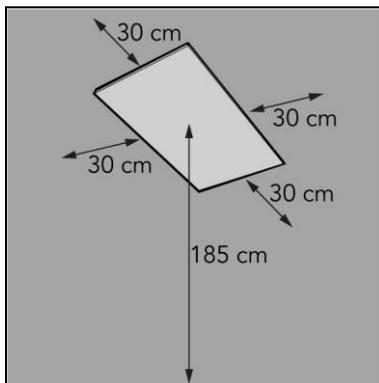

Figura 12
2. Amplasați dispozitivul la o distanță minimă (Figura 12) de: